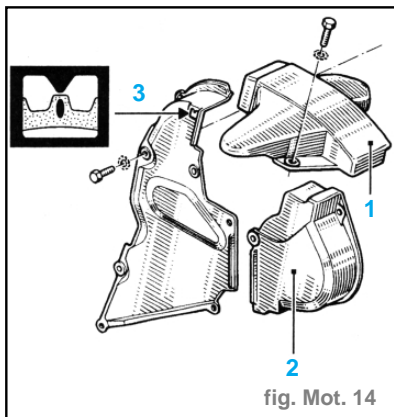

fig. Mot. 14
- le carter de la suspension pendulaire moteur (1). (fig. Mot. 14)
- le carter de la poulie de pompe d'injection (2). (fig. Mot. 14)
- Tourner le moteur de façon que l'index sur la roue crantée d'arbre à cames soit aligné avec le repère (3) du carter de distribution. (fig. Mot. 14)
- le carter de la poulie de pompe à injection (2). (fig. Mot. 14)
- visualiser sur la poulie d'arbre à cames, l'apparition du repère. (fig. Mot. 14)